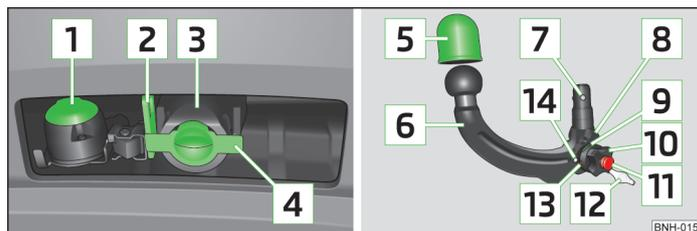

Fig. 104 Soporte del dispositivo de remolque / barra de cabeza esférica
- Extraer la caperuza protectora de la cavidad de alojamiento » fig. 104 de la página 123 hacia abajo.
- Colocar la caperuza protectora para la cavidad de alojamiento **4** » fig. 104 de la página 123.